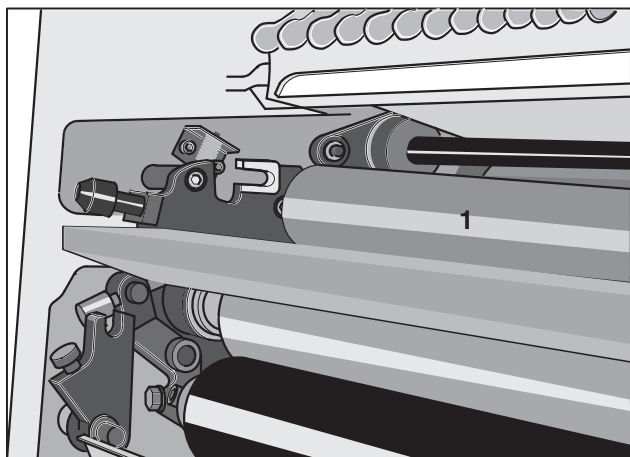

図7
- ⑩ 黄色のインキ移しローラ6(図7/①)を取り出します。